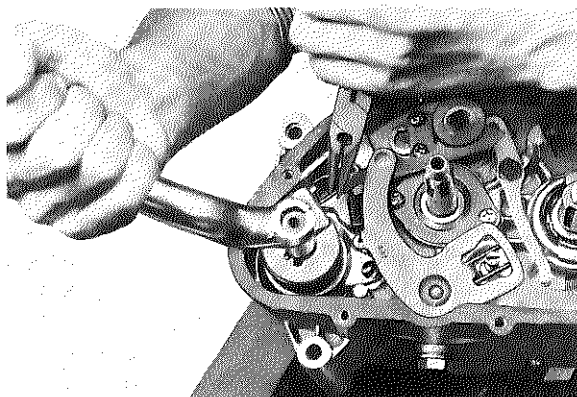

Fig. 3-4-15
3. Hook the kick spring on to the spring stopper. (Fig. 3-4-15)
3. Accrocher le ressort du kick à sa broche d'ancrage. (Fig. 3-4-15).
3. Nun die Kickstarterfeder am Sicherungsstift einhängen. (Fig. 3-4-15)